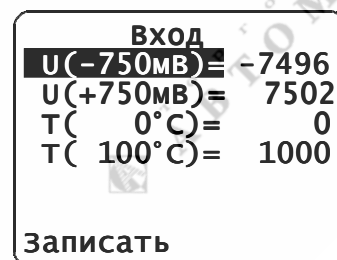

Рис. 3. Настройка входных сигналов
- с помощью кнопок \blacktriangleleft и \blacktriangleright установить курсор в положение «Вход» и нажать кнопку \oplus – отобразится меню параметров входных сигналов, значениями которых являются коды соответствия (см. рис. 3);